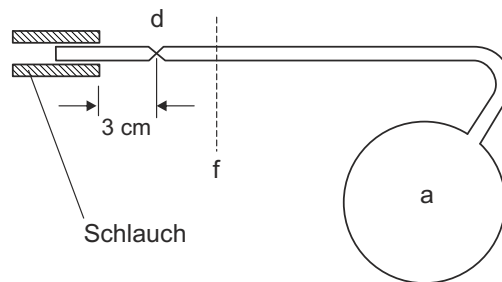

Fig. 1: Glaskolben / Glasbulb
5. Die Kapillare wird nun bei laufender Pumpe in ca. 3 cm Entfernung (Stelle d in Fig. 1) vom Schlauchende zugeschmolzen.
7. Öffnung der Kapillare zwecks Wiederholung der Luftmassenbestimmung. Dazu ritzt man mit dem Glasschneider die Kapillare zumindest auf halbem Umfang an der Stelle f in Fig. 1, um sie an dieser Stelle zu brechen. Die Raumluft tritt nun in den Kolben ein.
5. The capillary is then closed (by melting the glass) while the pump is kept running. Close the capillary at a distance of about 3 cm (point d in Fig. 1) from the end of the tube.
7. Open the capillary again to repeat the air mass determination. To do this, score the capillary with the glass cutter at least halfway around the circumference at the point f in Fig. 1 in order to break it at this point. The room air now enters the bulb.